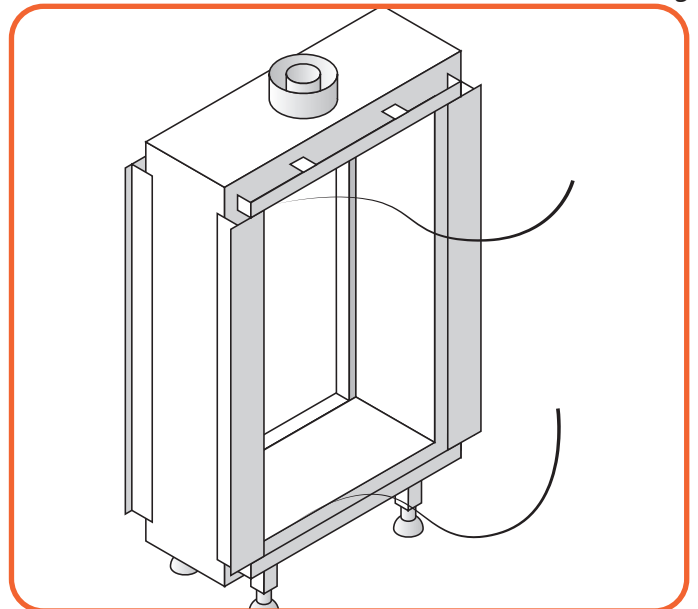

Abb. 9.7 Entfernen der Gurte
- Lösen Sie die Gurte die die Scheibe halten (siehe **Abbildung 9.7**).